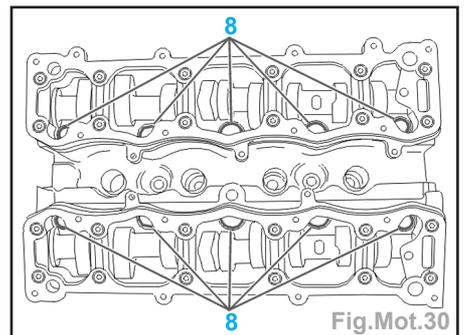

Fig.Mot.30
- Déposer les couvre-culasses (6).
- le tuyau d'aérotherme (7),
- les connecteurs (8) (et les déconnecter de leur support).
**Impératif :** desserrer progressivement et en spirale les vis (8) en commençant par l'extérieur (Fig.Mot.30).